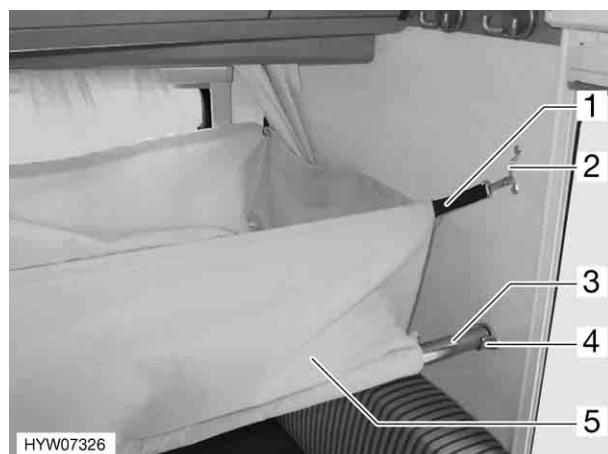

Fig. 33 Letto pensile
- Agganciare il letto pensile (Fig. 33,5) con le guide (Fig. 33,3) negli alloggiamenti (Fig. 33,4).
- Agganciare i ganci della cinghia di bloccaggio (Fig. 33,1) negli occhielli (Fig. 33,2).